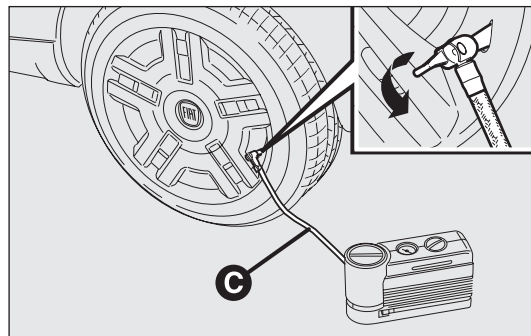

рис. 175
- ☐ Отвинтите колпачок вентиля шины, выньте трубку C – рис. 175 с быстросрабатывающим краном и соедините его прямо с вентилем накачиваемой шины.